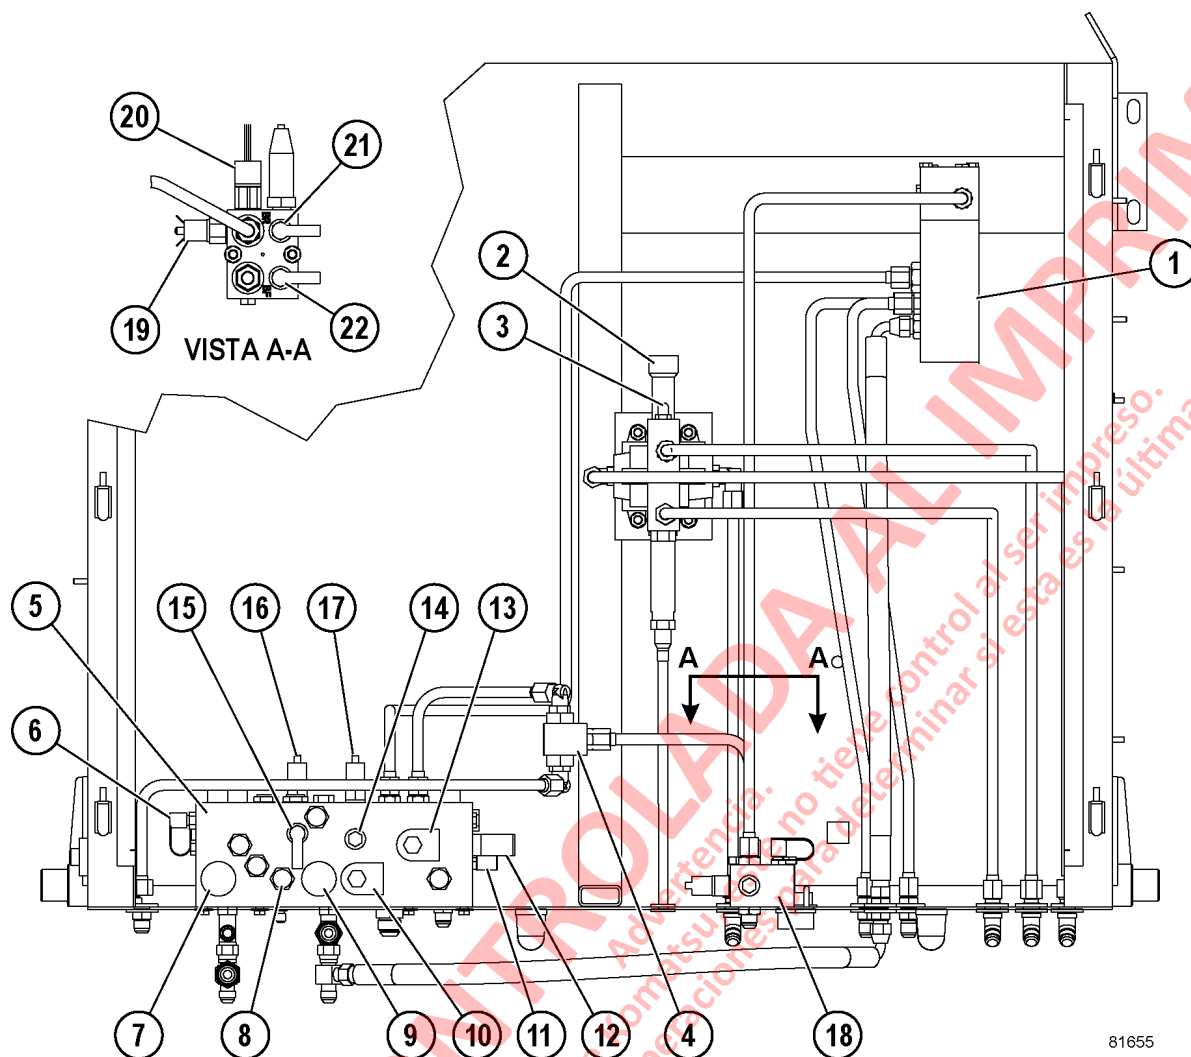

FIGURA 2-1. GABINETE DEL FRENO HIDRÁULICO
El sistema de frenos consta de varios componentes de válvulas principales: la válvula de pedal del circuito dual, las válvulas de relé duales operadas hidráulicamente, el múltiple de frenos y dos acumuladores. La válvula de pedal del circuito dual es el único componente ubicado en la cabina del operador. La válvula de relé dual para los frenos delanteros, el múltiple de freno y los componentes eléctricos se encuentran en el gabinete de freno hidráulico detrás de la cabina (Vea la Figura 2-1).
La solenoide del freno de estacionamiento (10, Figura 2-1) está energizada. El flujo de aceite se dirige desde la solenoide del freno de estacionamiento a los pistones del freno para liberarse. El circuito del freno de estacionamiento está protegido contra una aplicación accidental mediante el control de un sensor de velocidad en el motor de tracción, para determinar la velocidad del camión. El freno de estacionamiento no se aplicará hasta que el camión esté prácticamente detenido. Esto elimina el daño al freno y extiende los intervalos de ajuste de los frenos.
También puede entregar un segundo medio para detener el camión en caso de una falla en el funcionamiento de la válvula del freno. Al activar el interruptor de bloqueo de frenos montado en el panel, la válvula solenoide de bloqueo de frenos (13, Figura 2-1) y la válvula reductora de presión (12) aplicarán aceite a presión sin modulación de 17 237 kPa (2.500 psi) para accionar completamente los frenos traseros. La válvula lanzadera (4), ubicada en la línea del freno trasero, entrega independencia a la válvula de pedal del freno para aplicar el freno.
El circuito de advertencia del freno está equipado con una luz de advertencia de baja presión del freno en el panel superior y una alarma sonora en la cabina para alertar al operador sobre las bajas presiones del freno. Se utilizan varios sensores eléctricos, un relé y un temporizador de retardo para detectar problemas en el sistema de frenos. Consulte la Figura 2-1 como referencia de los siguientes componentes.